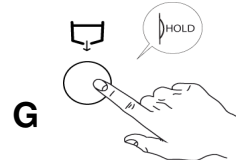

Abb.42
- Wasser abfließen - gedrückt. (Abb.42)